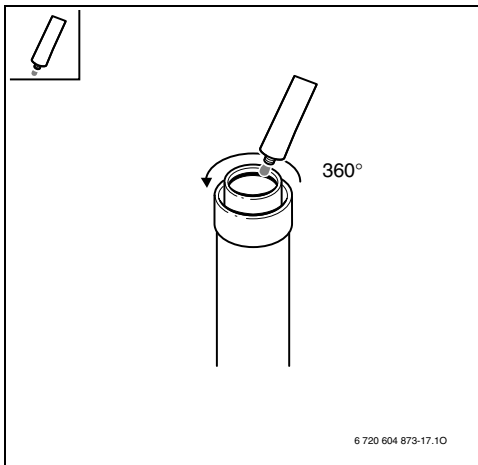

Fig. 25
- ▶ Aplicar un poco de grasa exenta de solventes (por ej. vaselina) en el vedante/junta del lado del escape (Fig. 25).